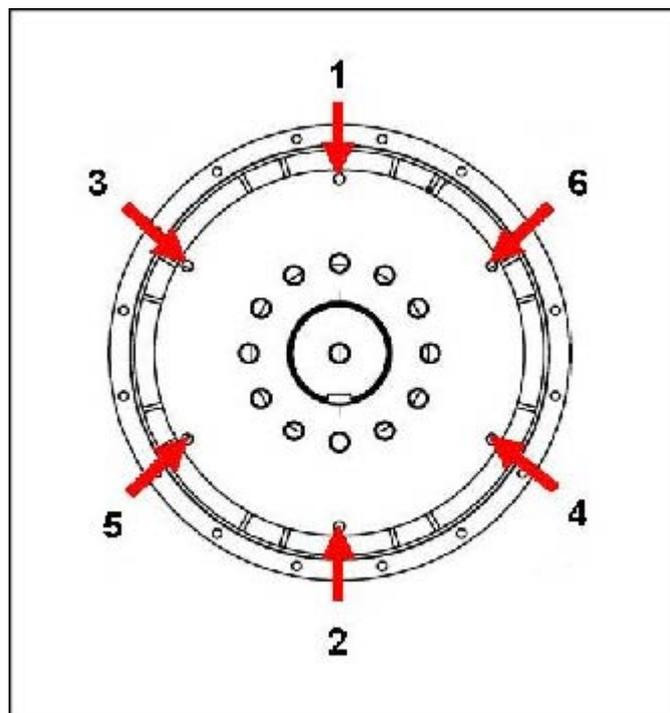

図 19. フライホイールへの固定手順
10. 表示の順番で、ボルトを締め付けて、カップリング ディスクをフライホイールに固定します。 図 19 ページ 36